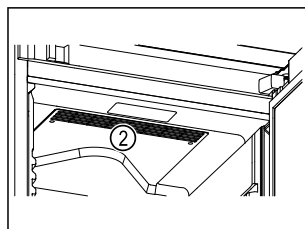

Fig. 65
- ❑ Lüftungsschlitze Fig. 65 (2) des Umluftgebläses im Innenraum freihalten.